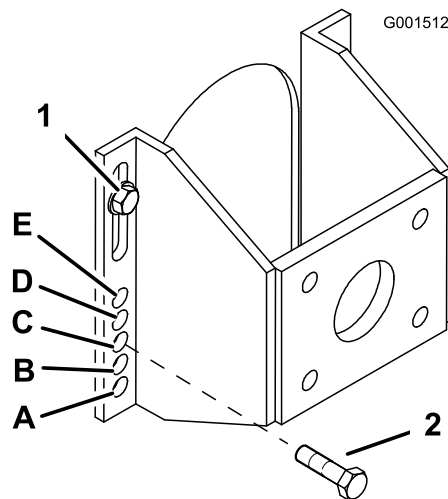

Figura 4
5. Afloje, sin retirarlos, los 2 pernos superiores del eje (Figura 4).
6. Retire los 2 pernos inferiores del eje (Figura 4).
7. Eleve o baje el soporte de montaje para poder instalar los 2 pernos de ajuste del eje en el orificio deseado (Figura 4).